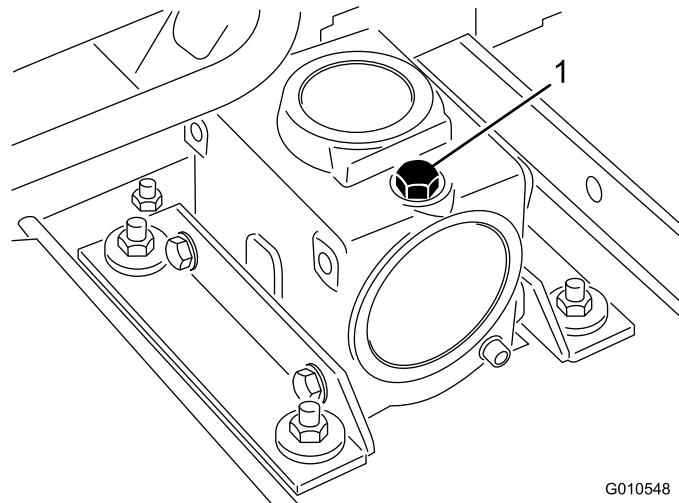

図 12
2. ギア・ボックスの上部についているディップスティック兼給油プラグ（図 12）を取り、オイルの量が、ディップスティックについている2本のマークの間にあることを確認する。油量が少なければ2本のマークの中間まで補給する。